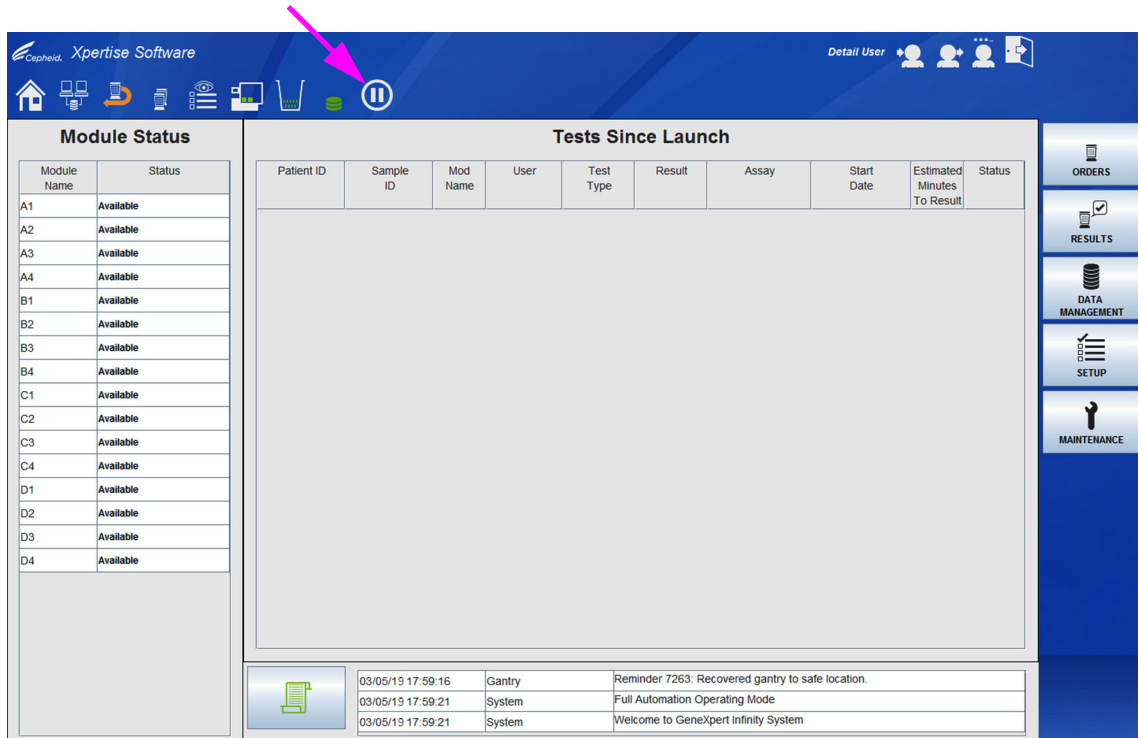
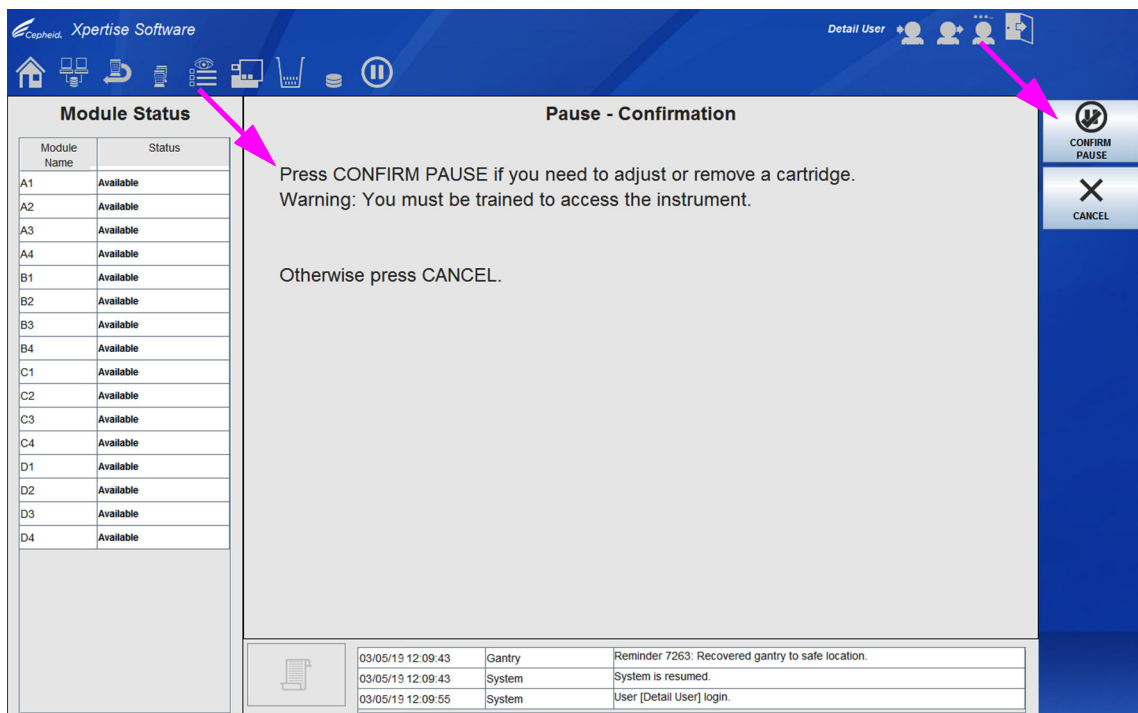
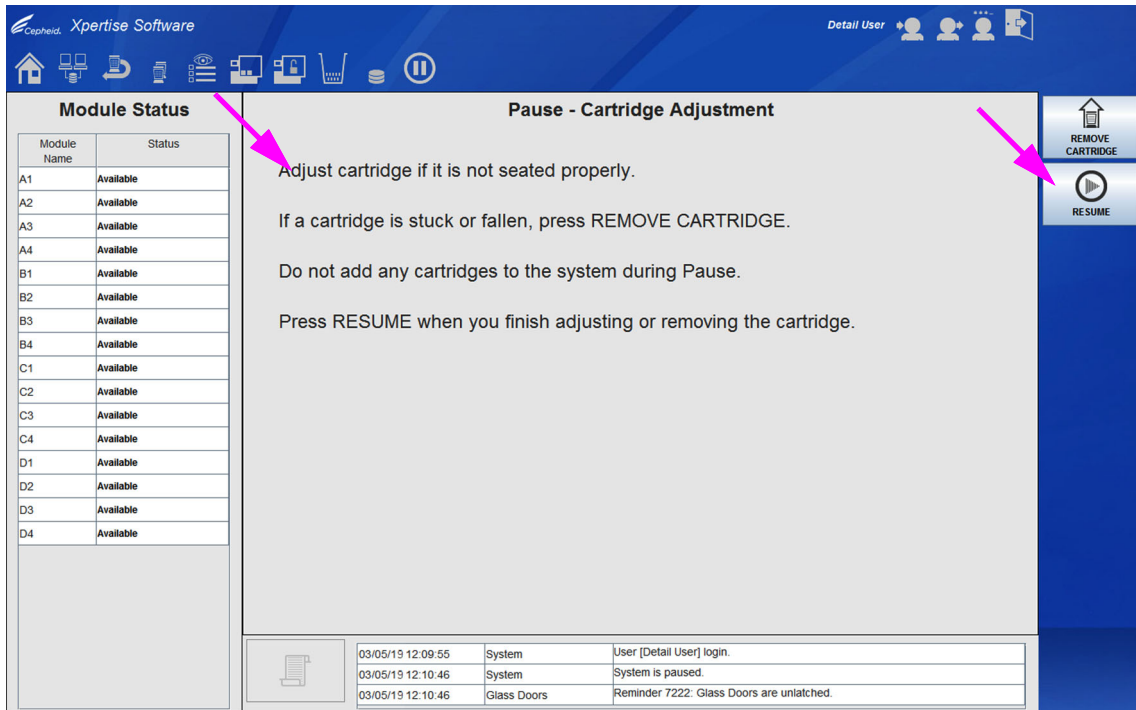

図 10-34. Xpertise Software ホームワークスペース
図 10-35. 一時停止 – 確認ワークスペース
図 10-36. 一時停止 - カートリッジ調整ワークスペース
1. ダッシュボードにある**一時停止 (Pause)** アイコンを選択します (図 10-34 を参照)。一時停止 - 確認 (Pause - Confirmation) ワークスペースが表示されます。図 10-35 を参照。
2. 一時停止 - 確認 (Pause - Confirmation) ワークスペース (図 10-35 を参照) に記載されている手順を読んで実行し、**一時停止の確認 (CONFIRM PAUSE)** ボタンを選択します。一時停止 - カートリッジ調整 (Pause - Cartridge Adjustment) ワークスペースが表示されます。図 10-36 を参照。システムを一時停止したくない場合は、**キャンセル (CANCEL)** ボタンを選択します。
3. 一時停止 - カートリッジ調整 (Pause - Cartridge Adjustment) ワークスペースに記載されている手順を読んで実行します。図 10-36 を参照。再装着が必要なカートリッジを調整します。